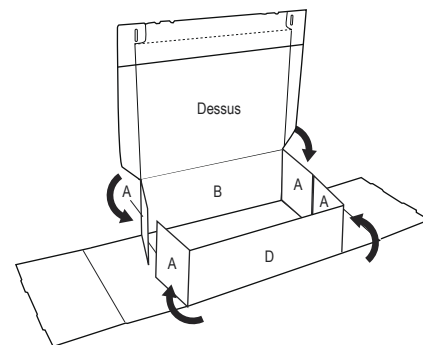

Figure 3
4. Pour former les côtés de la boîte, pliez les extrémités vers le haut, puis repliez les panneaux par-dessus les rabats (A) jusqu'à ce que les languettes s'insèrent dans les fentes situées sur le fond (C). (Voir Figures 3 et 4)